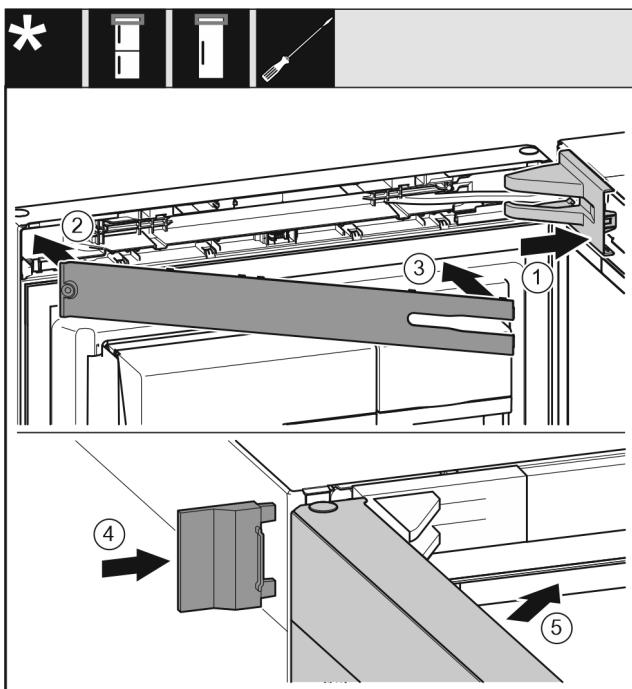

Fig. 31
- Установите и зафиксируйте крышку опорного кронштейна Fig. 31 (1), при необходимости осторожно разожмите ее.
- Установите накладку Fig. 31 (2).
- Накладка Fig. 31 (3)
- Надвиньте внешнюю крышку Fig. 31 (4).
- Закройте верхнюю дверь Fig. 31 (5).